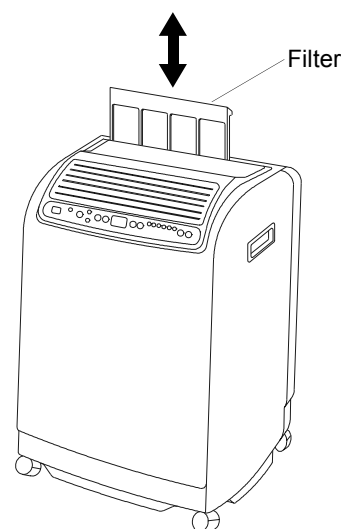

Bild 17
1. Ziehen Sie den Filter aus dem Gerät (Bild 17).